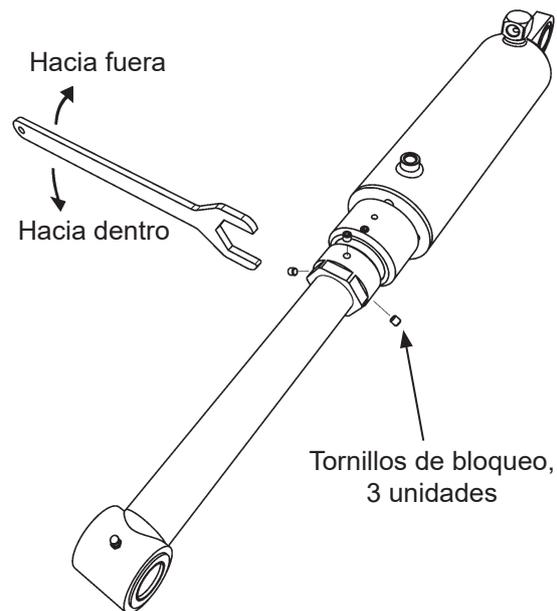

Figura 34. Ajuste del ángulo de basculamiento
- Aflojar los tres tornillos de bloqueo del cilindro que está montado en el puente de elevación, Figura 34.